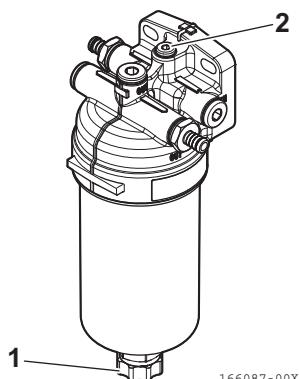

Figura 8
2. Desaperte o bujão de drenagem (**Figura 8, (1)**) e o parafuso de purga de ar (**Figura 8, (2)**). Em seguida, drene a água e a sujidade acumuladas no interior. Elimine corretamente a água e a sujidade recolhidas.